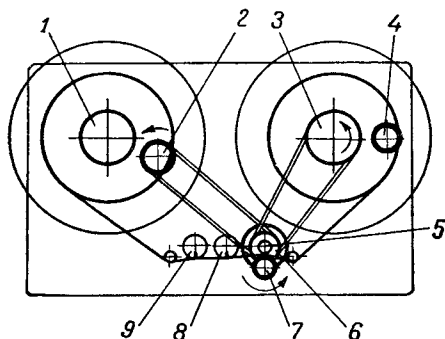
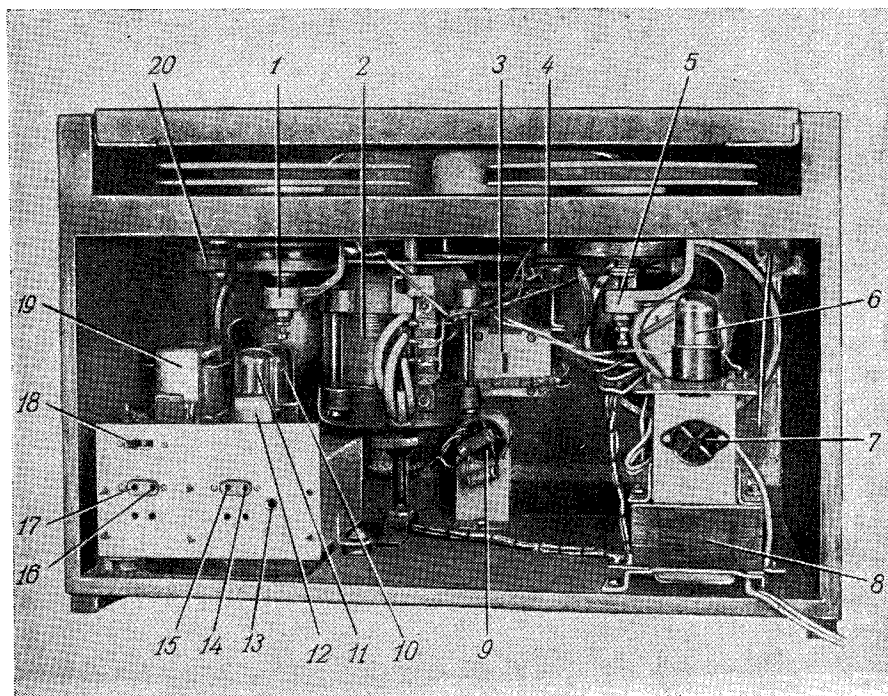

Рис. 17. Кинематическая схема лентопротяжного механизма.
Рис. 18. Расположение деталей и узлов магнитофона.
**Лентопротяжный механизм.** Кинематическая схема лентопротяжного механизма показана на рис. 17. Механизм приводится в движение асинхронным электродвигателем типа ДВА-У4, на вал которого насажен шкив с ведущим валом (рис. 18).